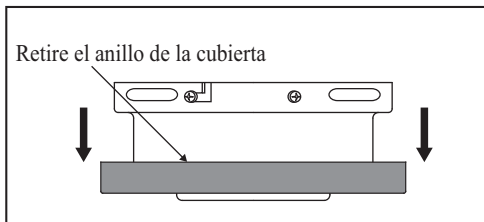

Figura 5
1. Retire el anillo de la cubierta. (Figura 5)